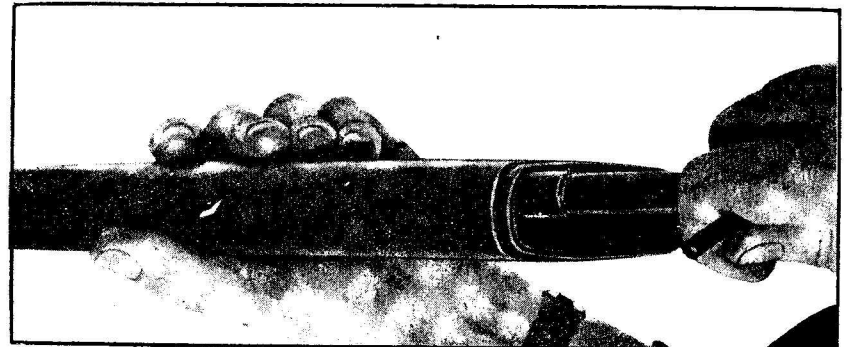

Fig. 56
2. con chiave 101 svitare vite tirante per separare il calcio dalla scatola scatto (fig. 56).
2. *using key 101 unscrew tie rod to remove buttstock from trigger housing (figure 56).*